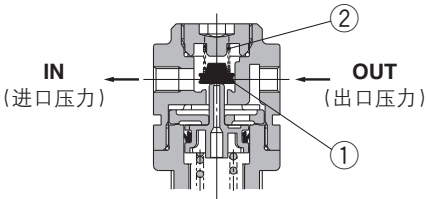

图 2
如果入口压力隔断后排气，作用于阀 ① 的压力消失。阀芯①只受弹簧②的力量。在出口压力作用下阀①打开，出口压力向入口侧排放(图2)。